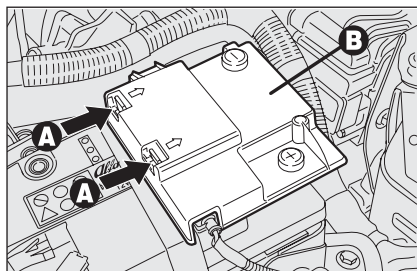

fig. 54
- ☐ agire sulle mollette di ritegno **A-fig. 54** e rimuovere il coperchio di protezione **B**;